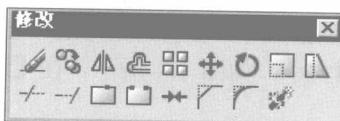

图 1.5 浮动工具栏
- **固定、浮动工具栏：**工具栏可以固定或者浮动。固定是指将工具栏位置固定于绘图区的顶部、底部或两侧；浮动是指工具栏可以自由移动，如图 1.5 所示。在任意工具栏上单击鼠标右键，在弹出的快捷菜单中选择【锁定位置】命令，然后在